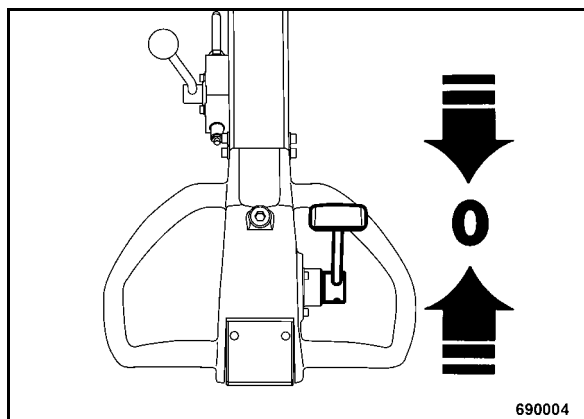

рис. 16
- Установить рычаг движения (рис. 16) в положение "0".